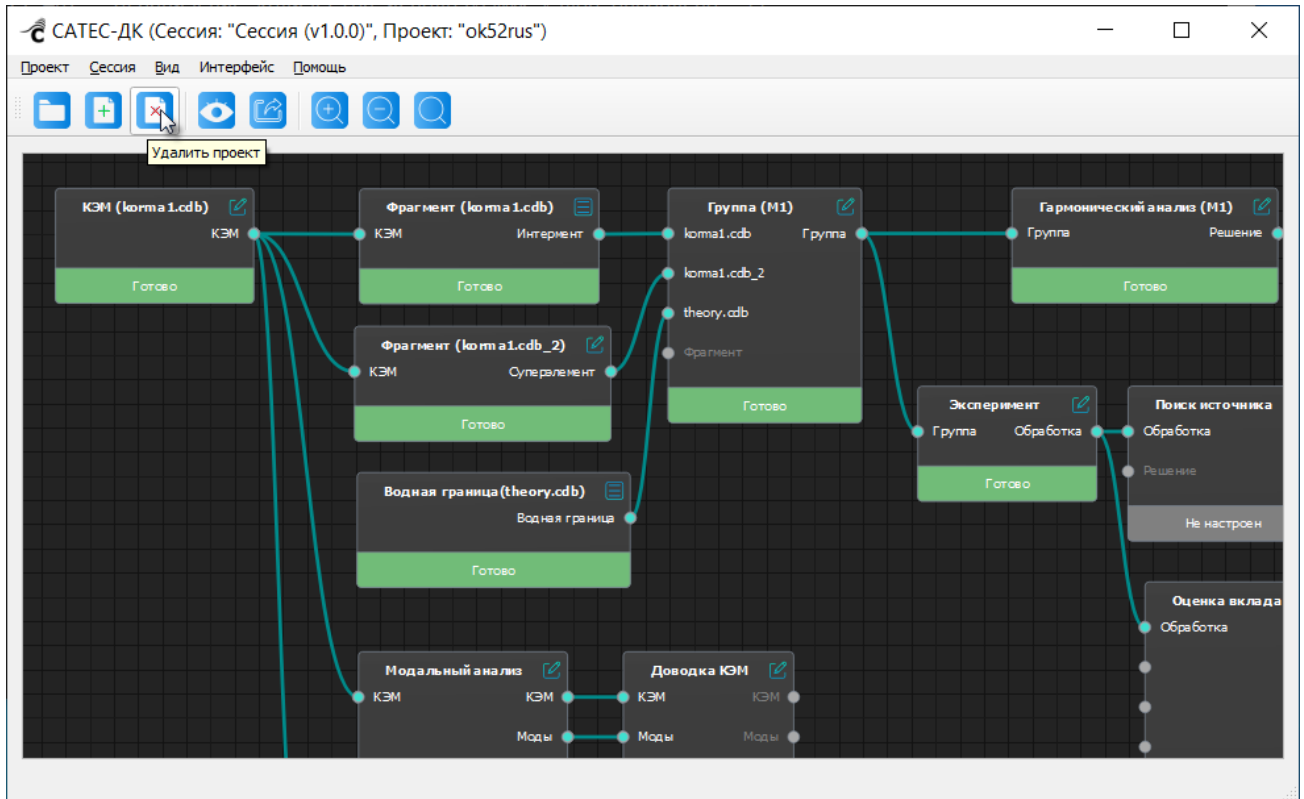

Рисунок 388 – Команда «Удалить проект» на панели команд
1. Нажать на кнопку  «Удалить проект» на панели команд главного окна программы (Рисунок 388).